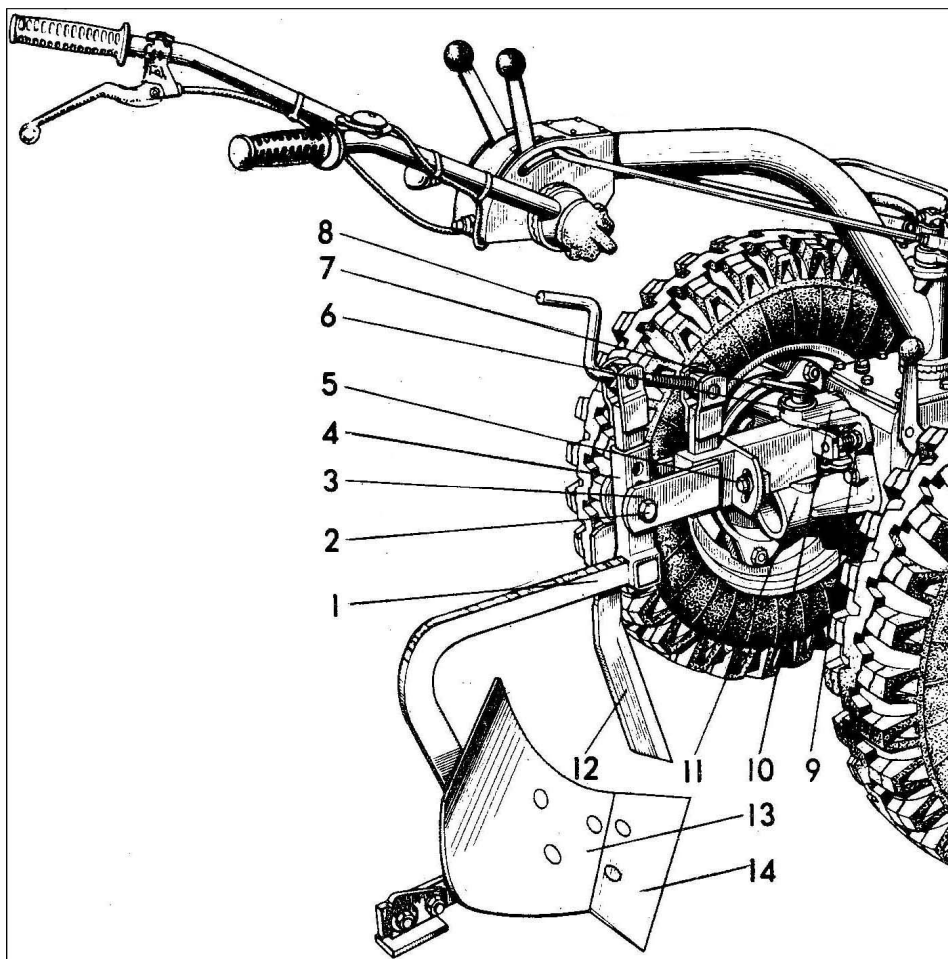
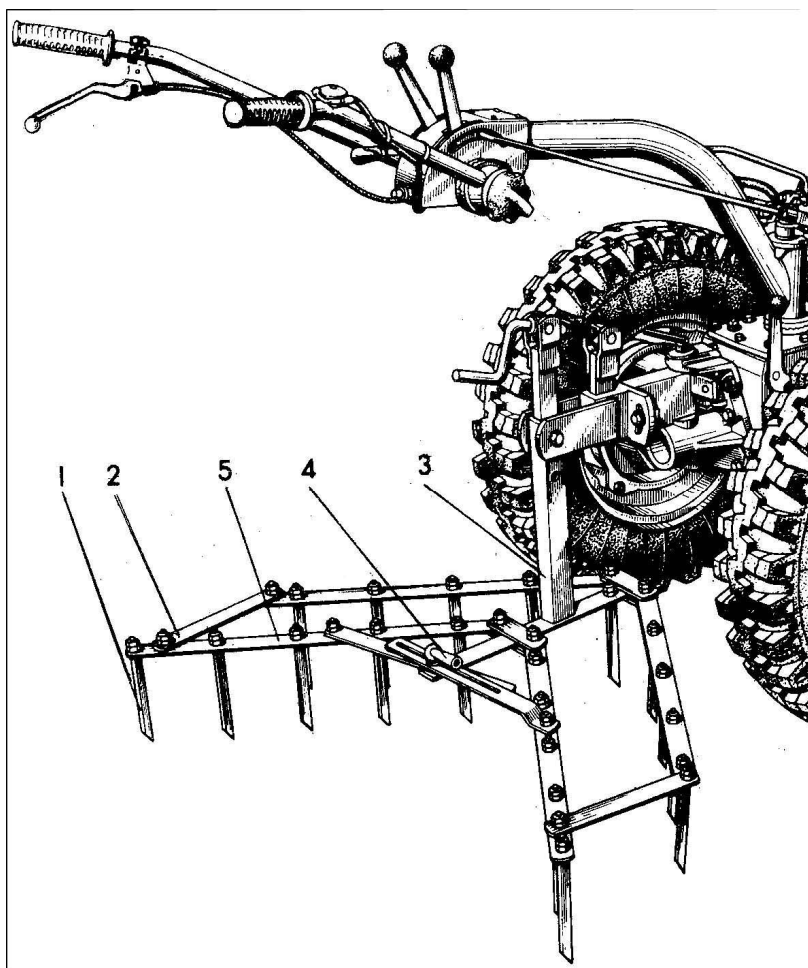
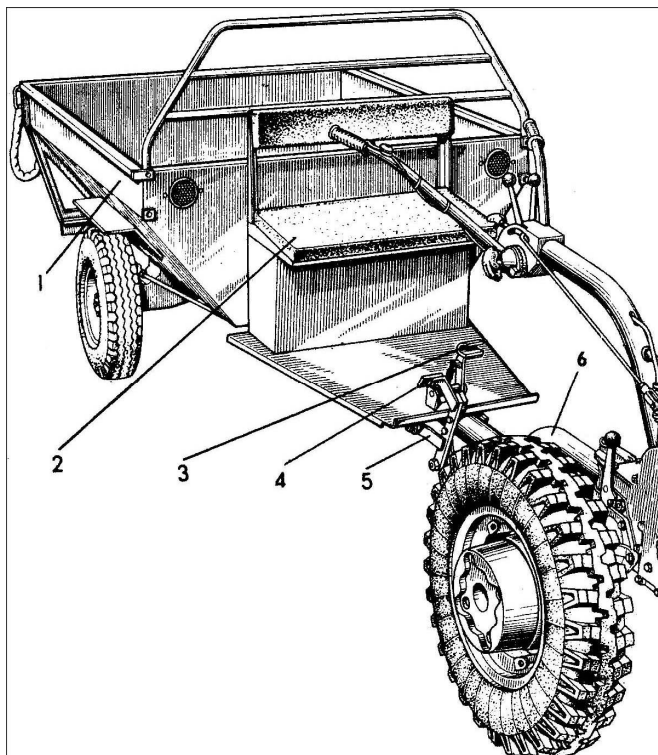

Рисунок 19 – Мотоблок в агрегате с плугом
Рисунок 22 – Мотоблок в агрегате с бороней
Рисунок 23 – Мотоблок в агрегате с прицепом
Для подготовки мотоблока с плугом к работе (рис. 19) выполните следующие операции:
1) Установите универсальную сцепку 3 (рис. 19) на плуге в рабочее положение и закрепите болтом 2. Вращая рукоятку 8, установите подвижные части сцепки в одну линию с неподвижными, а с помощью шкворня 7 присоедините плуг со сцепкой к прицепной скобе 10 и зафиксируйте шкворень чекой 6.
7.4.6 Если при работе мотоблок уходит вправо, проверьте крепление подпятников. Если они на месте, то болтом 5 сектора (рис.19) приподнимите на 1-2 см правый окучник, зажмите болт и проверьте в работе.
Рукояткой 8 сцепки (рис.19) отрегулируйте положение бороны так, чтобы ее зубья в рабочем положении были равномерно заглублены. Ширину захвата бороны устанавливайте рукояткой 4 (рис.22).
- 2) Присоедините дышло 6 (рис.23) при помощи шкворня 7 (рис.19) к прицепной скобе мотоблока, шкворень зафиксируйте чекой 6. Подставку 5 (рис.23) прицепа поднимите и закрепите в горизонтальном положении с помощью пальца.